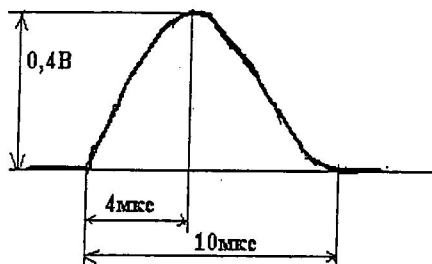

Рис.3. Форма импульса тока через ИК-диод
Подключите к этому резистору осциллограф. Включите питание. На экране осциллографа должны наблюдаться импульсы, как показано на рис.3. Если это так, замените диод VD1, скорее всего он пробит.
6.2.2.2 Когда форма импульса значительно, особенно по амплитуде, отличается от показанной на рис.3, проверьте на обрыв дроссель L1. Нельзя исключить и того, что дроссель закорочен. Тогда на экране вы увидите импульс большой амплитуды, но малой длительности. В любом из этих случаев замените дроссель.